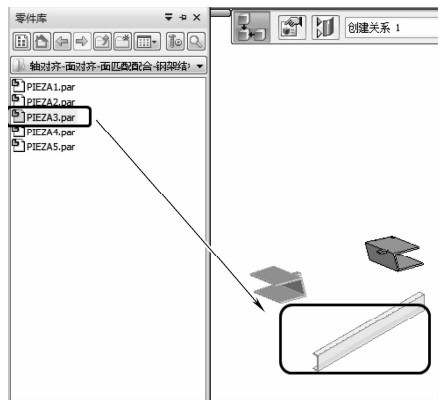

图 8-9 插入零件 3
- (1) 单击左侧【零件库】对话框，单击选择文件的下拉箭头按钮，选择需要装配的【零件】所在文件夹，并把【零件 3】拖到需要安装的区域，如图 8-9 所示。